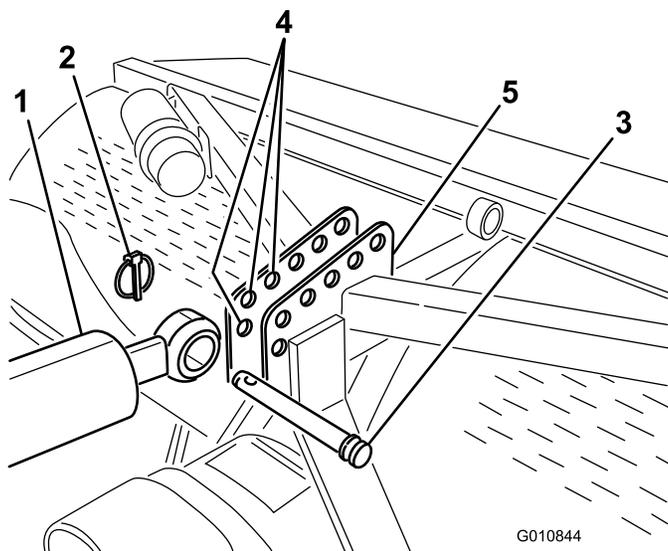

図 6
7. リンク・ピンとリンチ・ピンを使って、油圧式上部リンクのロッド端を、エアレタのできるだけ前側の穴に固定する (図 6)。